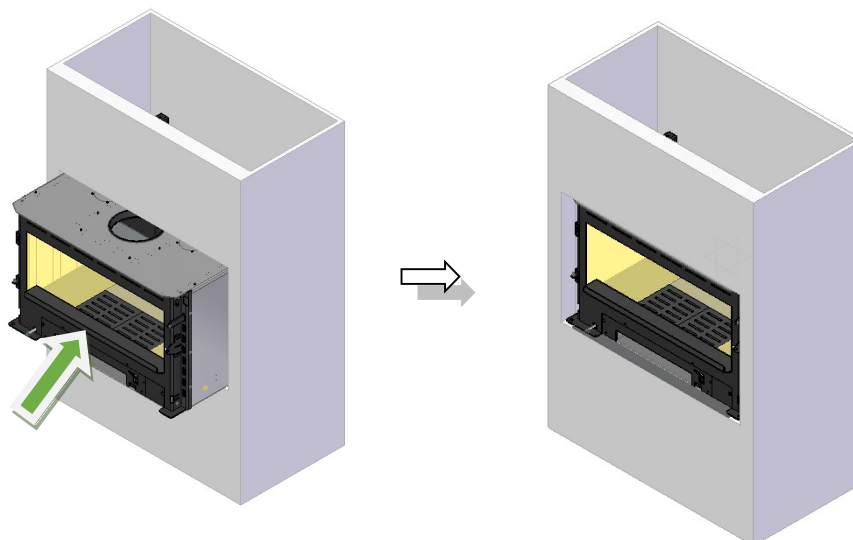

Figura 12 – Colocación del equipo en el sitio
10. A continuación, puede insertar el equipo en su lugar, como se muestra en la Figura 12.